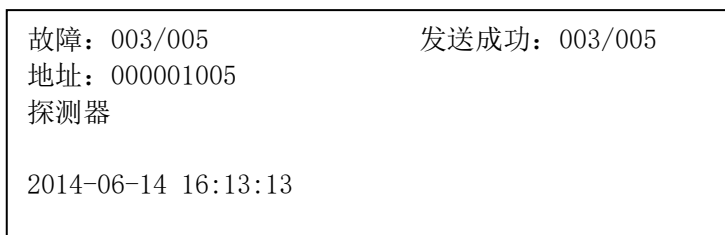

图4-4 故障状态界面
- ① 按“消音”键将蜂鸣器消音。
- ② 审查报警界面信息，找出监管发生地点。
- ③ 到现场处理监管报警。
- ④ 如果监管报警可控，处理完后，按“复位”键，监管记录消失，监管指示灯灭。
- ◆ 液晶屏显示如图4-4所示